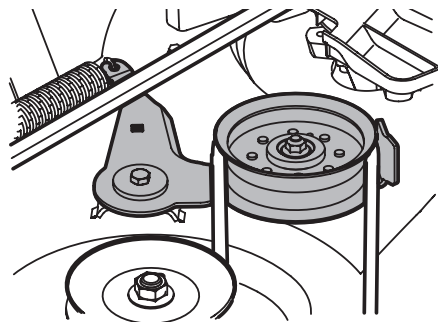

Figure 41
8. À partir du côté droit de l'appareil, insérez une clé à rochet de 3/8 po (réglée pour desserrer) dans le trou carré sur le support de la poulie de tension. Voir Figure 41.
9. Déplacez la clé vers l'avant pour bouger la poulie d'entraînement du plateau. Voir Figure 41.